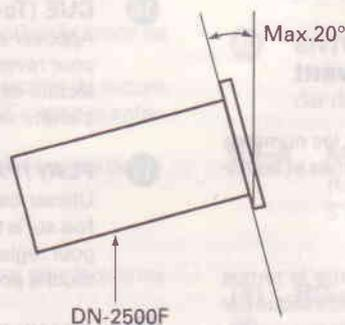

Figure 5
- La DN-2500F fonctionne normalement lorsque l'unité principale est montée avec le panneau avant incliné de 20 degrés d'un plan vertical. Si l'unité est trop inclinée, les disques risquent de ne pas être chargés correctement ou risquent d'être mal chargés. (Figure 5)